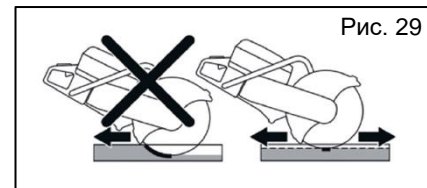

Рис. 29
- Медленно перемещайте диск вперед и назад, чтобы обеспечить небольшую площадь контакта диска с разрезаемым материалом. Это снижает температуру и обеспечивает эффективную резку (Рис. 29).